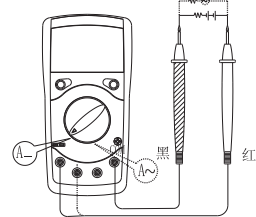

图4
3. 直流电流测量 (见图4)
4. 交流电流测量 (见图4虚线框所示)